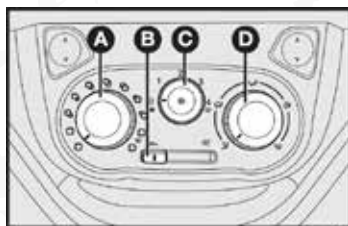

fig. 38
CONTROLES - fig. 38
- 1) Control para la temperatura del aire A-fig. 38 totalmente localizado a la izquierda.
- 2) Palanca del ventilador C-fig. 38: localizado en la velocidad máxima.
3) Control para la distribución del aire D-fig. 38 indicador en , para controlar que todas las salidas de aire estén abiertas.
4) Conecte el aire acondicionado abriendo el selector C-fig. 38.
El aire acondicionado es muy útil para acelerar el desempañamiento, pues deshumidifica el aire. Para desempañar el lado interno del parabrisas, active el aire acondicionado, apretando el selector C-fig. 38.
- 1) Aire acondicionado activado: selector C-fig. 38.